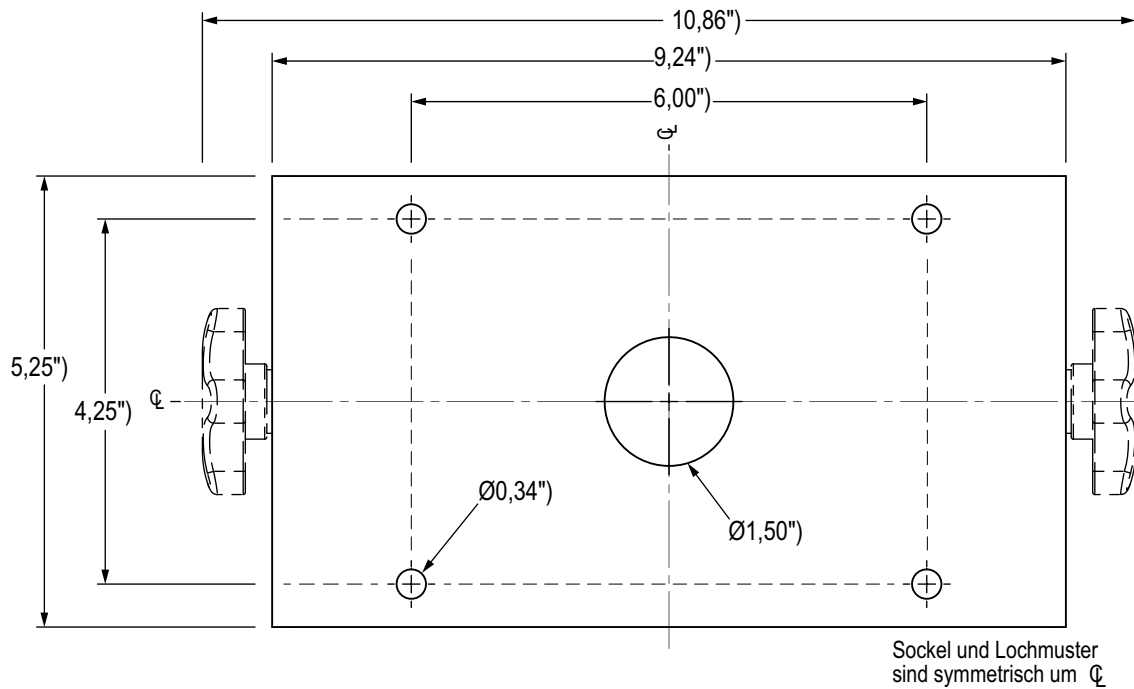

Abbildung 2-5. Abmessungen des Universal-Kippständers (Lochmuster)
1. Die Halterung als Schablone verwenden und die Bohrlöcher für die Schrauben anzeichnen. Siehe Abbildung 2-5 auf Seite 19 für Abmessungen.